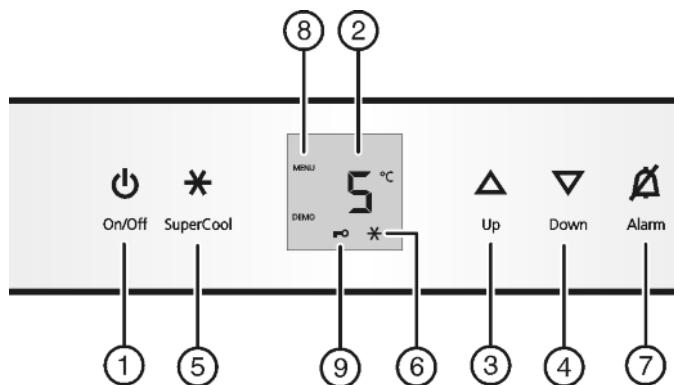

Fig. 2
- ▶ Premere il tasto On/Off Fig. 2 (1).
- ▶ Attivazione del modo regolazione: Premere il tasto SuperCool Fig. 2 (5) per ca. 5 sec..
- ▶ Premere brevemente il tasto SuperCool Fig. 2 (5) per confermare.
- ▶ Per inserire la sicurezza bambini premere brevemente il tasto SuperCool Fig. 2 (5).
- ▷ Il simbolo Sicurezza bambini Fig. 2 (9) si illumina. Nel display lampeggia **c**.
- ▶ Per disinserire la sicurezza bambini premere brevemente il tasto SuperCool Fig. 2 (5).
- ▷ Il simbolo Sicurezza bambini Fig. 2 (9) si spegne. Nel display lampeggia **c**.
- ▶ Disattivazione del modo regolazione: premere il tasto On/Off Fig. 2 (1).
- ▶ Premere il tasto Allarme Fig. 2 (7).
- ▶ Regolazione della temperatura su valori più caldi: Premere il tasto di regolazione Up Fig. 2 (3).
- ▶ Regolazione della temperatura su valori più freddi: Premere il tasto di regolazione Down Fig. 2 (4).
- ▶ Premere brevemente il tasto SuperCool Fig. 2 (5).
- ▷ Il simbolo SuperCool Fig. 2 (6) si illumina nel display.
- ▷ Il simbolo SuperCool Fig. 2 (6) si spegne nel display.